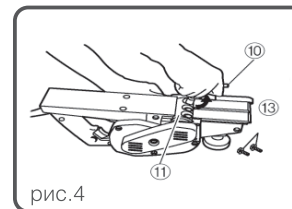

рис.4
- Ослабьте три болта, удерживающих держатель режущего лезвия с помощью торцового ключа из стандартных принадлежностей, как показано на рис.4.